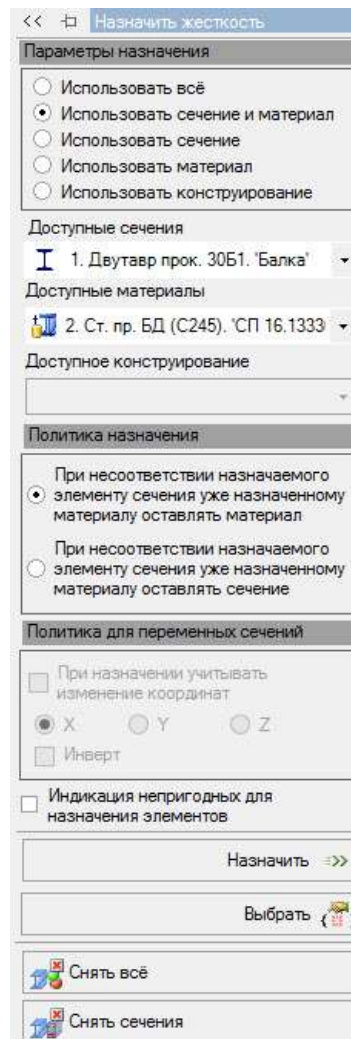

Рис. 3.36 Назначение жесткости
- Войдите в режим «Назначить жесткости» (Рис. 3.36) с помощью меню «Конструирование ⇒ Назначить сечение, материал и параметры конструирования» (кнопка  на панели инструментов);